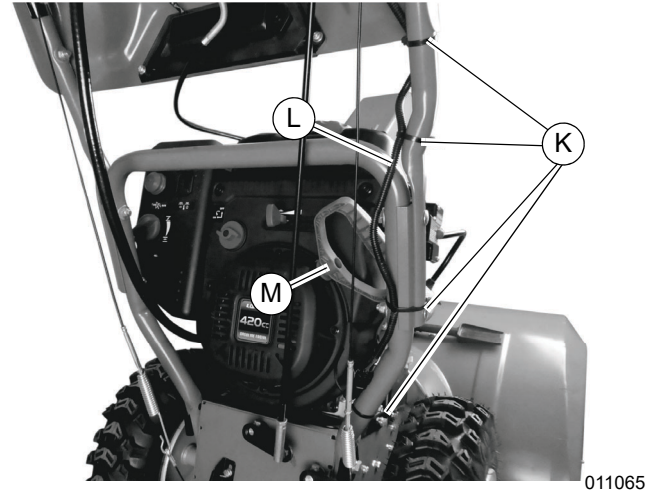

Figura 2-18. Instale amarracables
20. Consulte la **Figura 2-18**. Instale amarracables (K) para fijar el mazo de cables (L) al manillar. Verifique que los cables no estén sobre el manillar, donde puedan interferir con el cordón retráctil del arrancador (M). Use protección ocular cuando corte el exceso de los extremos de los amarracables con cortadores de cables.